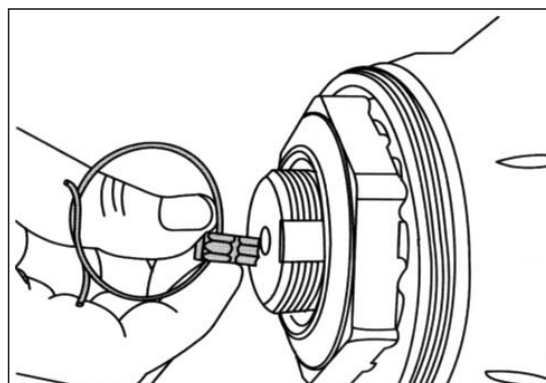

図 .4-1-3
③ ハブ、ブレーキドラムの取り外し
4. スプリングリングフックとキーをアクスルナットから取り外す。（図4-1-3）